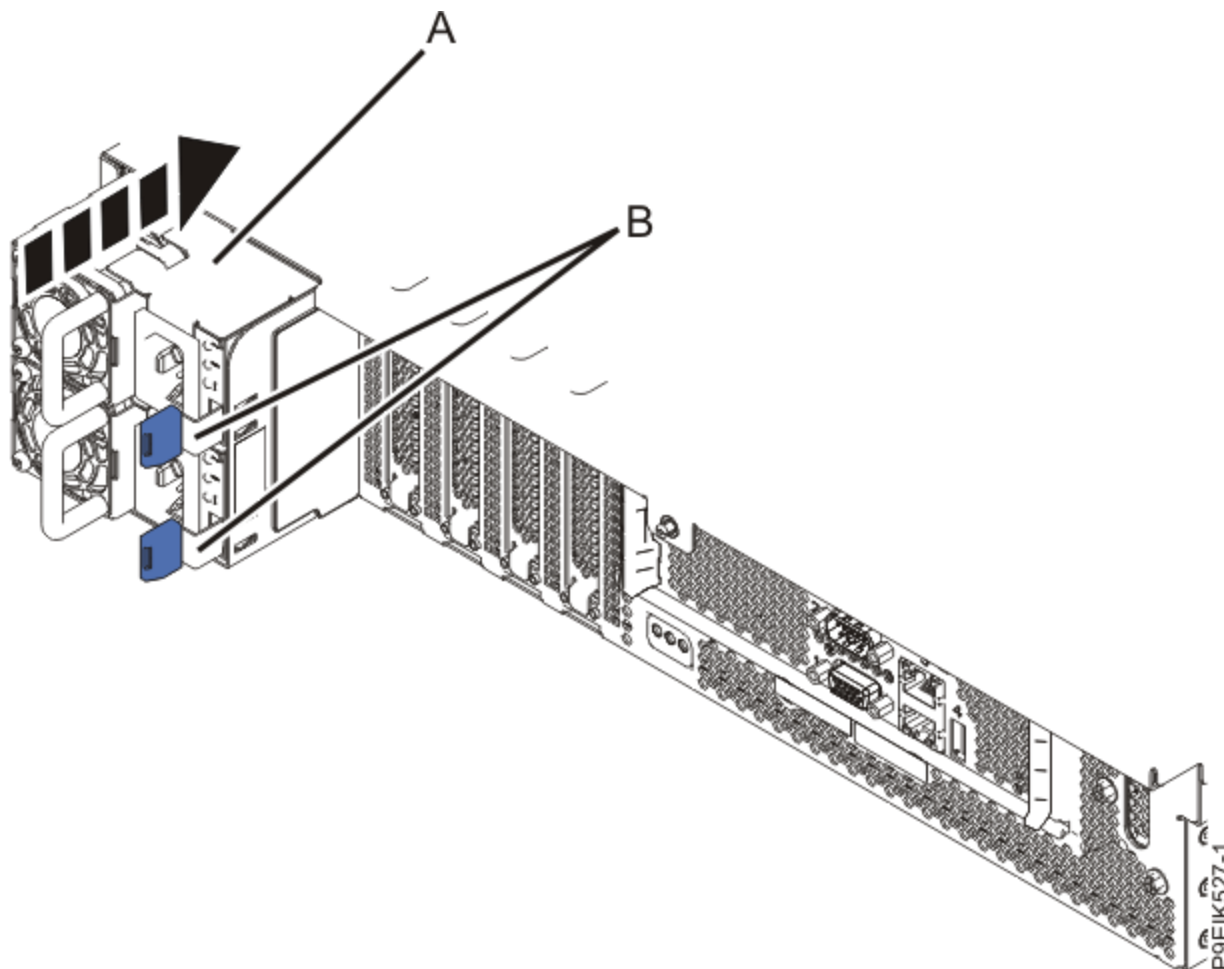

Figure 101. Remplacement des blocs d'alimentation dans le système
2. Remplacez les blocs d'alimentation comme illustré dans la Figure 101, à la page 116.